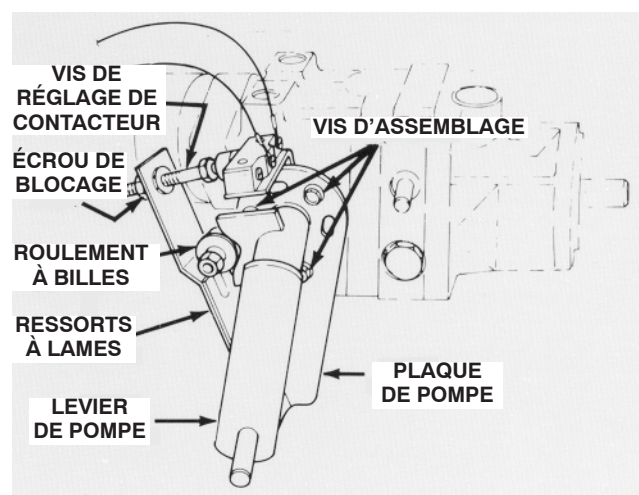

Figure 60
1. Garez la machine sur une surface plane et horizontale, et arrêtez le moteur. Serrez le frein de stationnement, basculez le siège en avant et actionnez le levier de la pompe (Fig. 60) pour vérifier si l'ensemble est correctement positionné et fonctionne librement. Corrigez les défauts éventuels.
6. Parce que la roue tourne, il faut régler la plaque de la pompe. Commencez par mettre la manette d'accélérateur en position bas régime. Si la roue tourne vers l'avant, desserrez les vis et tapez légèrement le bas de la plaque de la pompe dans le sens anti-horaire (Fig. 60). Tapez la plaque dans le sens horaire si la roue tourne en arrière (Fig. 60). Lorsque la roue s'arrête de tourner, serrez les vis de fixation de la plaque de la pompe contre le côté de la transmission. Vérifiez le réglage avec la commande d'accélérateur en position bas régime, puis haut régime.
- Fixation ou usure du roulement à billes (Fig. 60).
- Ressorts à lames affaiblis ou endommagés (Fig. 60). Remplacez.
2. Actionnez le levier de la pompe (Fig. 60) pour vérifier que toutes les pièces fonctionnent librement et sont bien positionnées.
3. Desserrez l'écrou de blocage. Tournez la vis de réglage du contacteur (Fig. 60) jusqu'à ce que la tête de la vis et le bouton du contacteur s'écartent l'un de l'autre.